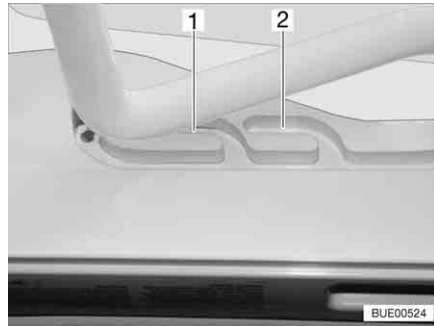
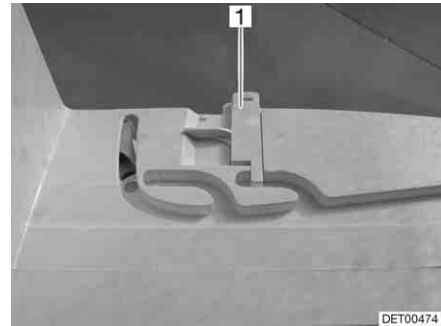

Bild 88 Heki-Dachhaube in Lüftungsstellung
Bild 89 Verriegelung Lüftungsstellung
Die Heki-Dachhaube kann in zwei Lüftungsstellungen gebracht werden: Schlechtwetterstellung (Bild 88,1) und Mittelstellung (Bild 88,2). Je nach Modell kann die Dachhaube in der Mittelstellung mit dem Riegel (Bild 89,1) verriegelt werden.
- Den Bügel leicht nach oben drücken und in die gewählte Führung (Bild 88,1 oder 2) schieben und ggf. verriegeln.